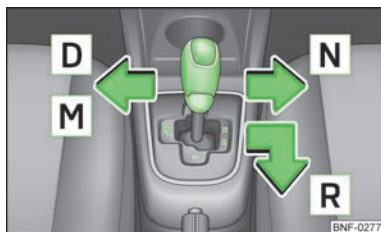

Abb. 72
- Den Wählhebel in gefederter Stellung in Pfeilrichtung nach links drücken » Abb. 72 und die Stellung **D** einlegen.
- Den Wählhebel in Pfeilrichtung nach rechts » Abb. 72 in die Stellung **N** stellen. ■